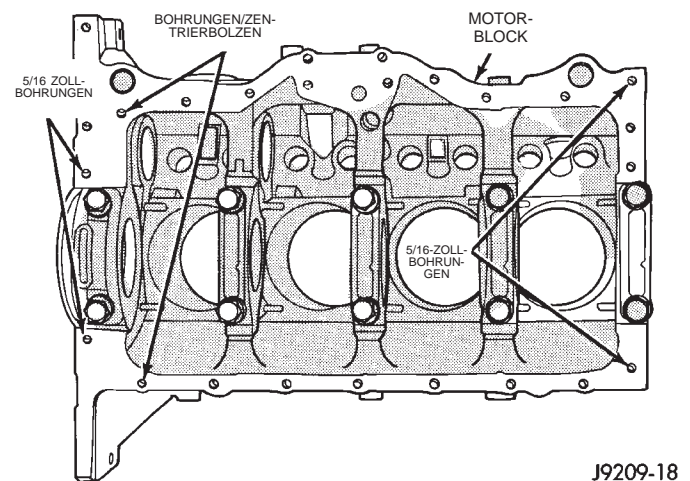

Abb. 59 Lage der Zentrierbolzen im Motorblock
(3) Je zwei Bolzen in den Steuerkettendeckel und in den Motorblock eindrehen (Abb. 59).
(4) Mopar® Silicone Rubber Adhesive Sealant auf Motorblock an den hinteren Hauptlagerdeckeln und Motorblock an den vorderen Verbindungsstellen (insgesamt vier Stellen) auftragen.